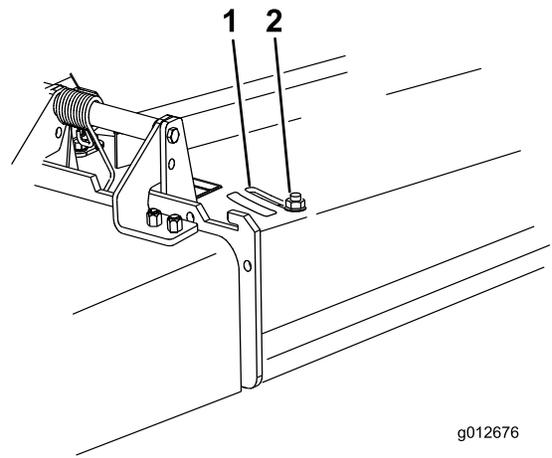

Figure 14
3. Desserrez l'écrou (Figure 14).